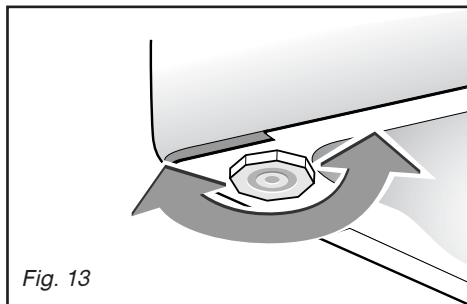

Fig. 13
- en fonction de la configuration du sol, vissez ou dévissez le ou les pieds pour le ou les régler en hauteur (Fig. 13)